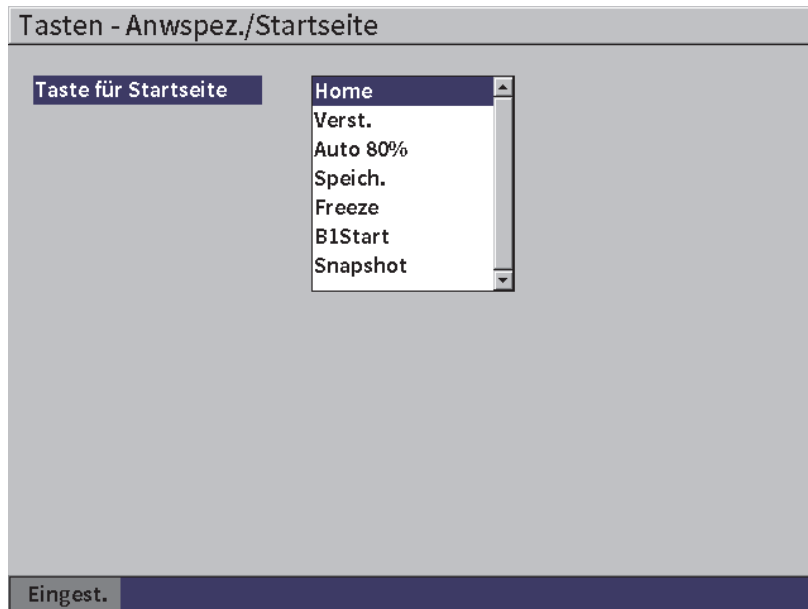

Abbildung 5-5 Konfigurationsfenster Tasten - Anwspez./Startseite
Sie können die Aktion der Tastenkombination Shift und Tab im Konfigurationsfenster **Tasten - Anwspez./Startseite** ändern (siehe Abbildung 5-5 auf Seite 59).
1. Öffnen Sie das Konfigurationsfenster **Tasten - Anwspez./Startseite** (siehe Abbildung 5-5 auf Seite 59).